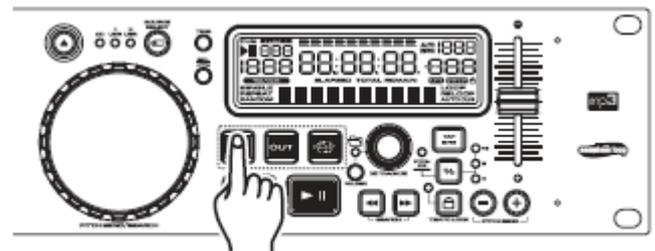

Figure 22
1) Appuyez sur le *BOUCLE LECTURE/PAUSE* (15) pour activer le mode lecture.
2) Appuyez sur le *BOUCLE IN* (17). Cela définira le point de départ de la *BOUCLE PARFAITE*. (figure 22). Le voyant du *BOUCLE IN* (17) LED brillera.